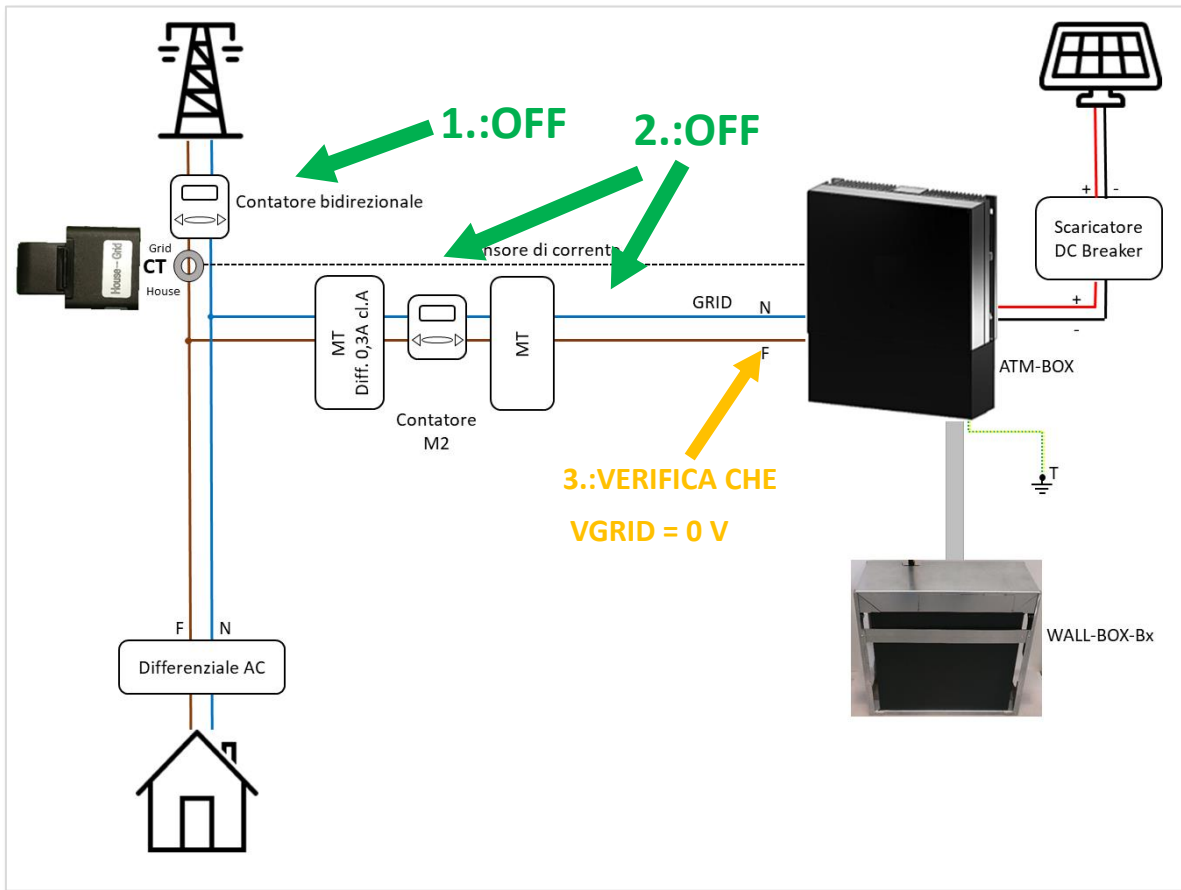

Figura 53 - Collegamento linea GRID
3. Verificare con un tester l'effettiva mancanza di alimentazione in loco e la mancanza di tensione ai capi dei cavi GRID (Figura 53).